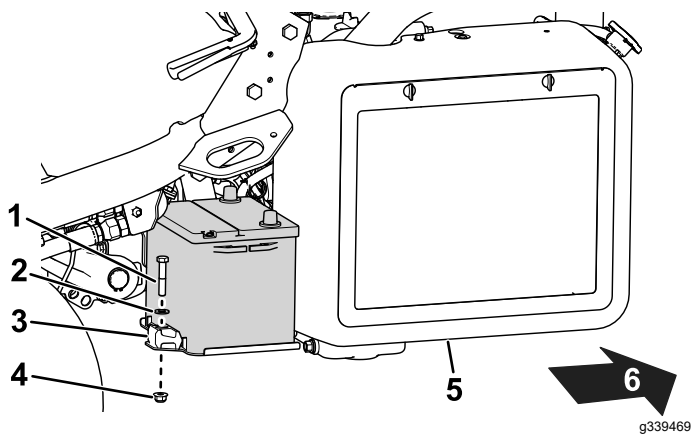

Bild 43
2. Entfernen Sie die Befestigungselemente, mit denen der Akku am Akkuträger befestigt ist (Bild 43), und heben Sie den Akku heraus.
- Setzen Sie den Akku auf den Akkuträger und befestigen Sie diese mit den zuvor entfernten Stangen und Befestigungselementen (Bild 43).